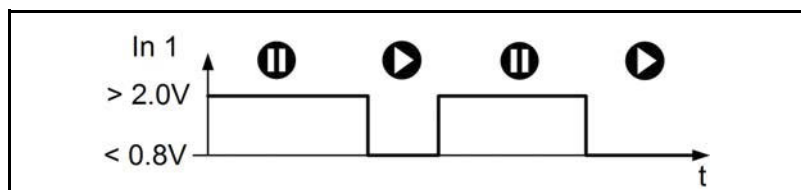

Fig. 62: Control de nivel de arranque / parada
- ➔ La bomba arranca el proceso de trasiego cuando el nivel está por debajo de 0,8V y se para cuando el nivel está por encima de 2,0V (véase la Fig. 62).